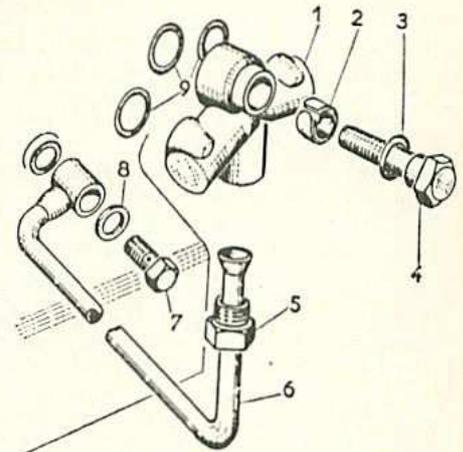

Fig. 75. — Détail de montage d'une tubulure de graissage de culbuteurs.
- Déposer les deux vis de chape (4) et (7) (fig. 75) côté cylindre et côté carter.
- Retirer les trois joints métalloplastiques (3) et (8) et dégager l'ensemble